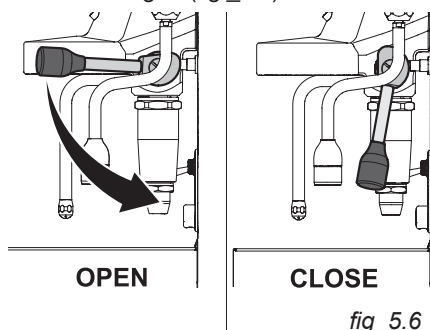

fig. 5.6
- Baixar completamente a alavanca de distribuição do café para interromper o fluxo de água (fig. 5.6).